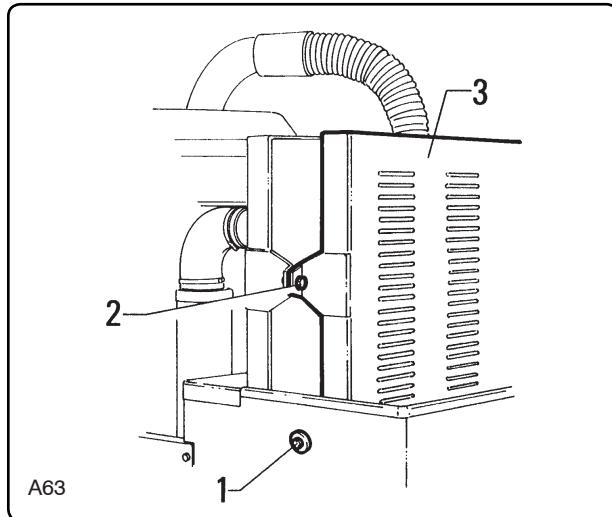

Fig. 8.5.3
- Inserire il filtro all'interno della camera filtrante "3" fig. 8.5.3, quindi montarvi il coperchio "1" e bloccarlo mediante i due ganci di chiusura "2".
#### **8.5.2 - Sostituzione del filtro assoluto montato in soffiaggio fig. 8.5.3**
- Fit the filter into filtering chamber "3" fig. 8.5.3 then mount cover "1" and lock it in place with the two closing hooks "2".
#### **8.5.2 - Replacing the absolute filter fig. 8.5.3**
- Meter el filtro en el interior de la cámara filtrante "3" fig. 8.5.3 y volver a poner la tapa "1" y bloquearla con los dos ganchos de cierre "2".
#### **8.5.2 - Sustitución del filtro absoluto montado en la salida del aire fig 8.5.3**
#### **8.5.2 - Vervangen van het absoluut filter fig. 8.5.3**